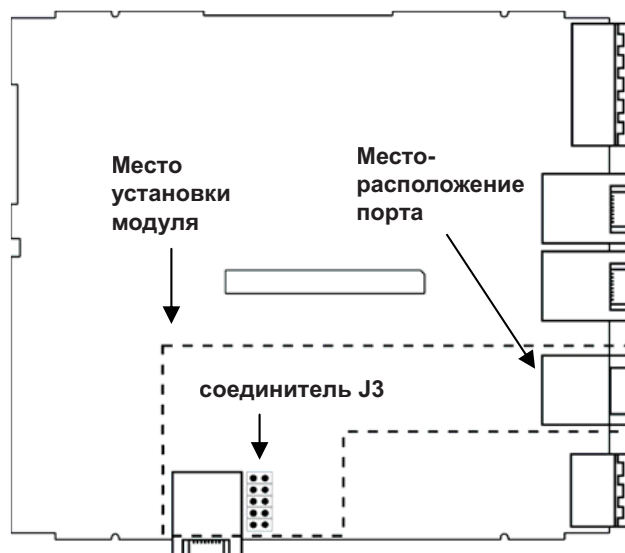

Рисунок 2. Контроллер, Главная схемная плата
5. Найдите соединитель J3, указанный на рис. 2.